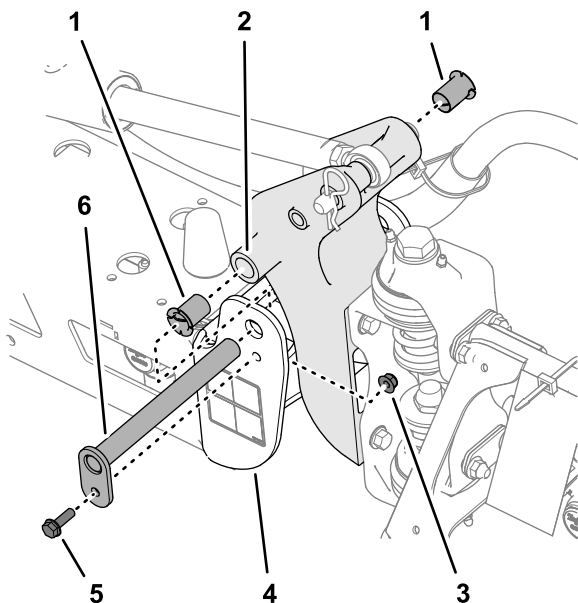

図 108
3. ピボットピンを固定しているボルトとナットを外してピンを取り外す 図 108。
5. ナイロンブッシュを取り外し、ピボットブラケットの前面および後面側から見て点検する 図 108。
6. 各ナイロンブッシュに少量のオイルを塗ってピボットブラケットに取り付ける 図 108。
7. ピボットブラケットの穴を、エンドチャネルの穴に合わせる 図 108。